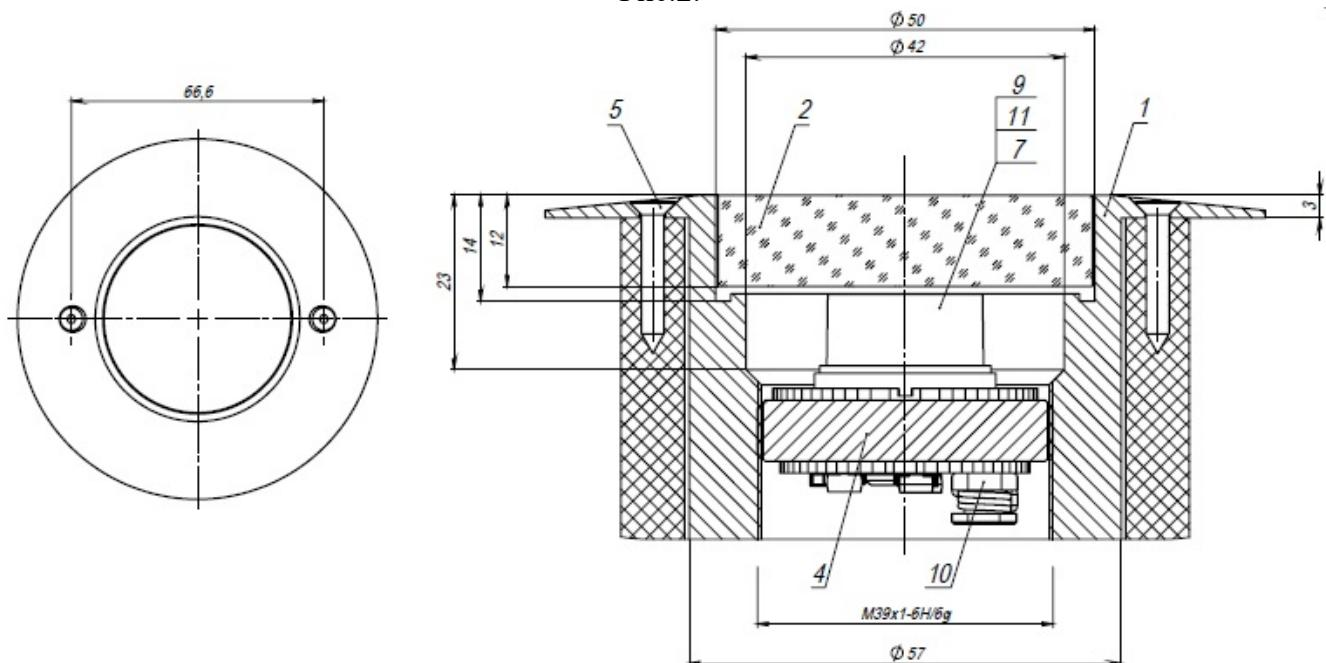

Рис.3.
- Для варианта на рис.3 размеры: 95x97 мм